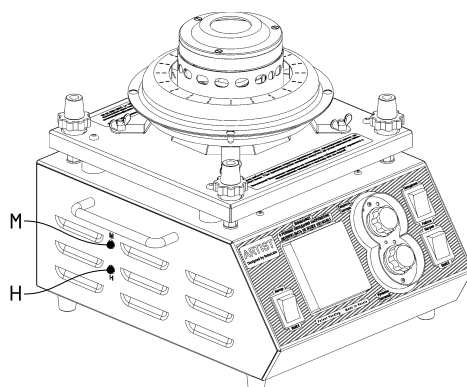

Рисунок 8
3. Вращая шток (Н) (см. Рис. 8) найдите такое максимальное значение напряжения, при котором вата не будет выходить из головы.
3. Вращая шток (М) (см. Рис. 8) добейтесь скорости вращения 2300 об/мин.